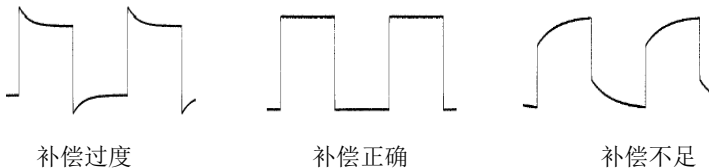

图 12 探头补偿
2. 检查所显示的波形形状并与图 12 所得波形进行对比。
3. 使用附件中提供的探头补偿调节棒调整探头上的低频补偿调节孔，直到显示的波形如上图 12 所示的“**补偿正确**”。